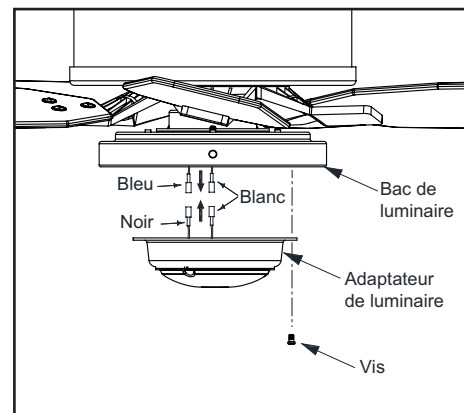

Figure 19
3. Retirez une vis du bac de luminaire et desserrez mais ne retirez pas les deux autres vis. Connectez les fils de l'adaptateur de luminaire aux fils provenant du moteur du ventilateur en branchant les fiches d'adaptation moulées ensemble. Insérez soigneusement tous les fils et les épissures dans le capuchon d'interrupteur. (Figure 19)
de serrure. Tournez l'adaptateur de luminaire dans le sens horaire et serrez les vis. Réinsérez la vis qui a été retirée à l'étape 3 et serrez-la fermement. (Figure 19)